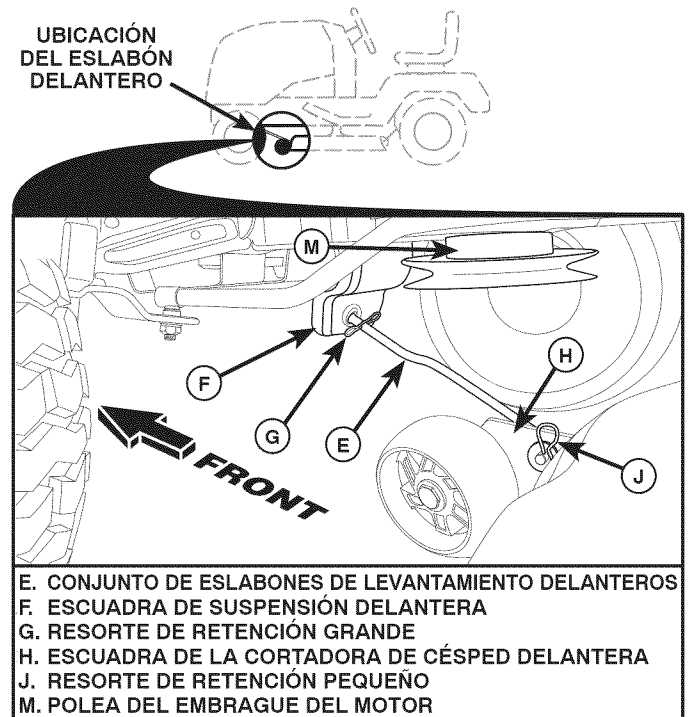

Fig. 14
8. INSTALE EL ESLABÓN DELANTERO (E) (Vea Fig. 14)
- Desde la parte delantera del tractor, inserte el extremo de varilla del eslabón delantero (E) a través del agujero de suspensión delantero de la escuadra de suspensión del tractor (F).
- Muévase hasta el lado izquierdo de la cortadora e inserte un resorte de retención grande (G) a través del agujero del eslabón delantero (E) detrás de la escuadra de suspensión delantera (F).
- Inserte el otro extremo del eslabón (E) en el agujero de la escuadra derecha de la cortadora de césped (H) y asegure con una arandela y un resorte de retención pequeño (J).